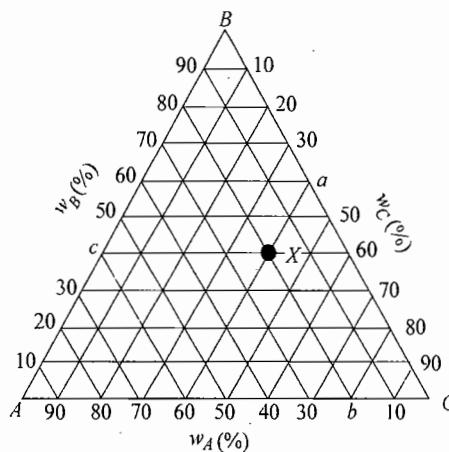

图 18-2 第一题第 6 小题图
6. 图 18-2 是 A-B-C 三元系成分三角形的一部分，其中 X 合金的成分是 (30)。